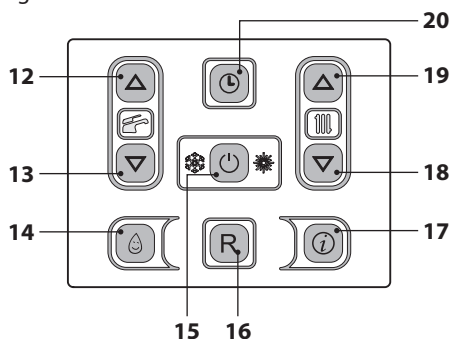

Figura 2.7
- Tenere premuto per 2 secondi il tasto 15 fino a far apparire sul display il simbolo  Figura 2.7.
La temperatura dell'acqua calda di mandata riscaldamento è regolabile agendo sui tasti 18 (diminuzione) e 19 (aumento) (Figura 2.7) da un minimo di circa 25°C ad un massimo di circa 80°C. Alla prima pressione di uno dei due tasti si ha la visualizzazione del valore di "set",
Comunque se la temperatura ambiente non dovesse essere confortevole si può aumentare o diminuire la temperatura di mandata dell'impianto riscaldamento di  $\pm 15^\circ\text{C}$  agendo sui tasti 18 (diminuzione) e 19 (aumento) (Figura 2.7).